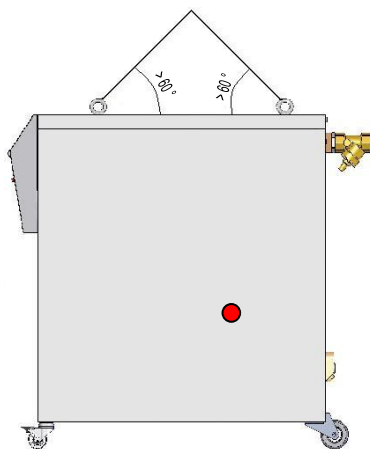

Рис. 7. Места прицепки
1. Соответственно закрепить Рис. 7 тросы и ремни.
2. Убедиться в том, что устройство в подвешенном состоянии располагается прямо, учитывать внецентровый центр тяжести (→ ● Рис. 7).